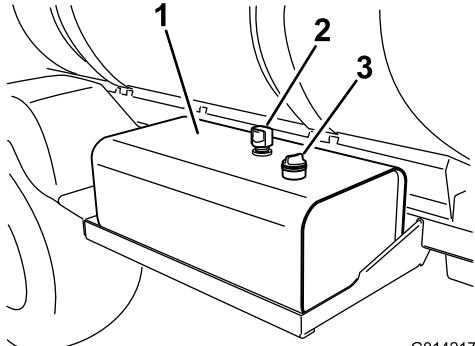

图 107
2. 清洁液压油箱量油尺盖周围的区域然后取下盖子图 107。